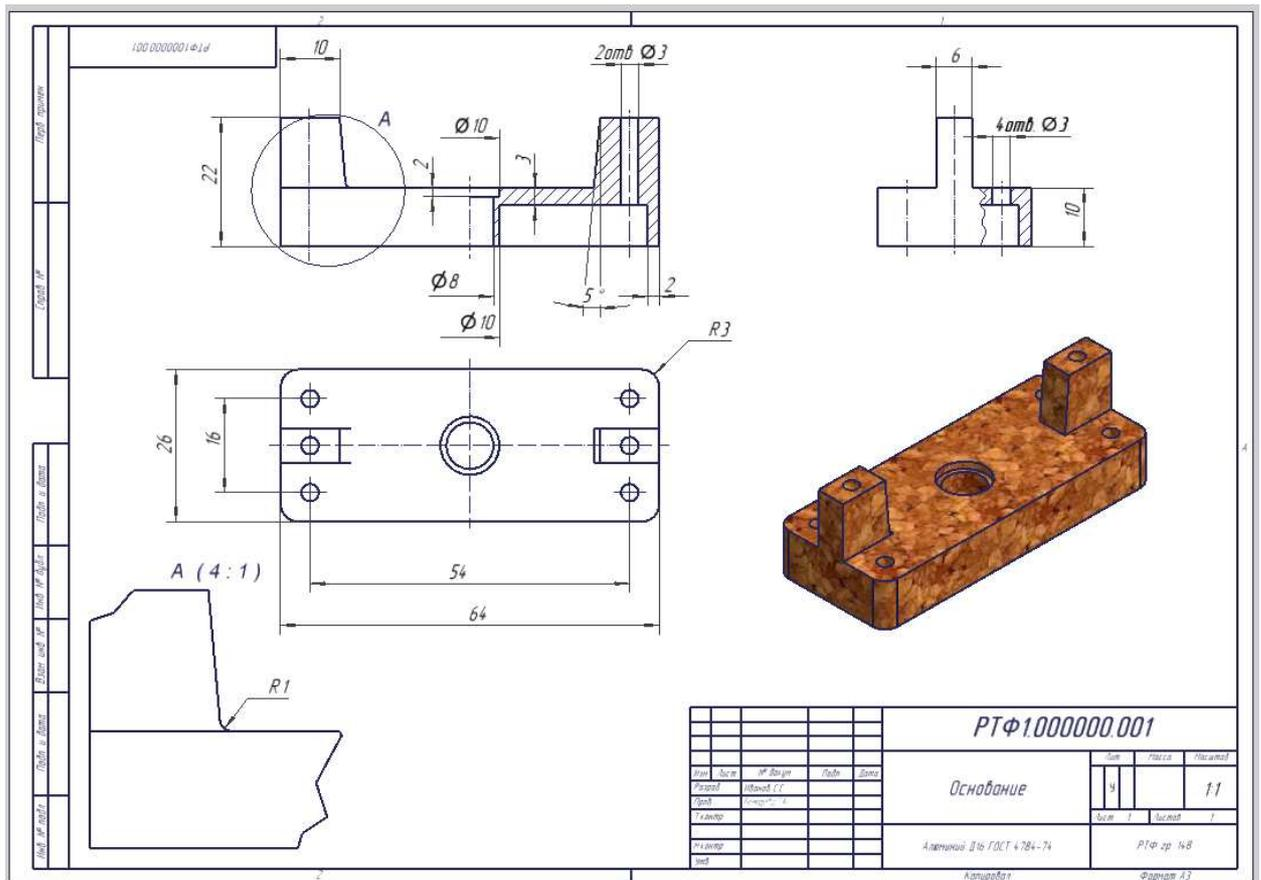

Рис.117
Для простановки чертежных размеров надо перейти на панель Пояснительные элементы и выбрать инструмент **Размеры**. Простановка размеров осуществляется точно также как и при работе с эскизом. Эти размеры являются ассоциативными, т.е. не влияют на размеры модели, но изменения в размерах модели, приводят к изменениям в чертежных размерах. Проставьте все размеры, ориентируясь на рисунок 117.
3) Изменить размерное число. Проставьте односторонний размер отверстия диаметром 8 мм на главном виде (Рис. 117). Если проставлены все размеры, и чертеж соответствует рисунку 117, сохраните его.